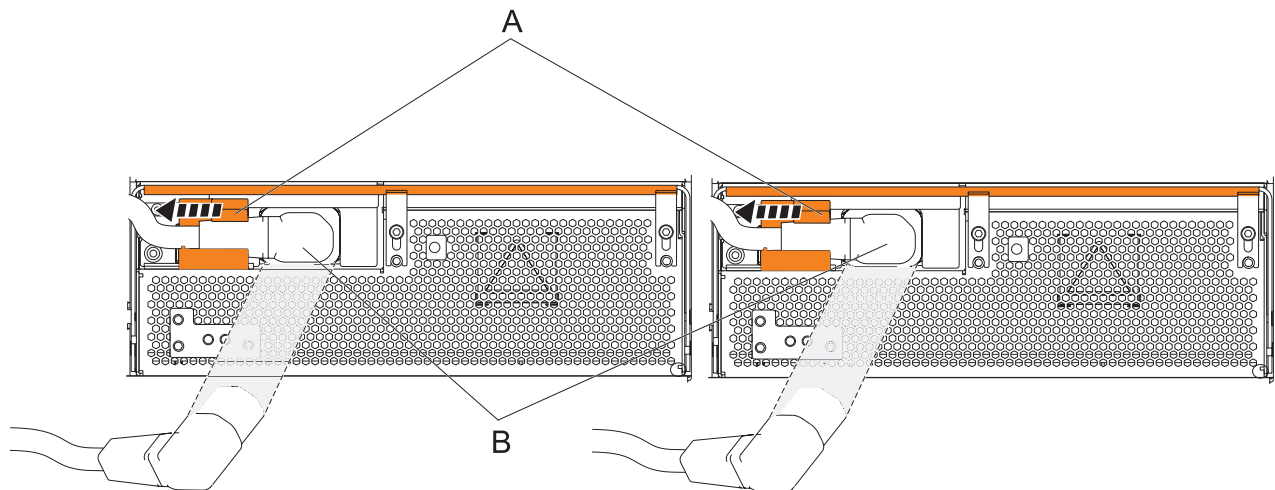

Figura 84. Desconexión de los cables de alimentación OCA
- a. Deslice los soportes de los cables de alimentación (**A**) a la izquierda, situados en la parte frontal de los dos OCA. Consulte Figura 84 en la página 129.